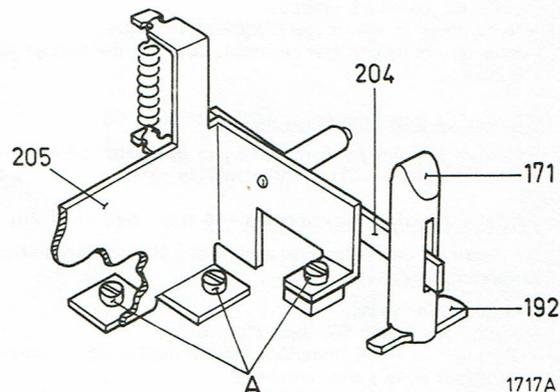

Fig. 7
- Remplacement des touches de commande (170 à 175) (voir fig. 7 et 8).
- . Retirer l'étrier 197 (193).